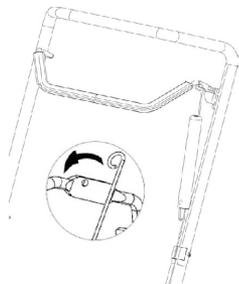

Рис. 1
- Установите рычаг включения шнека на рабочую рукоятку и натяните трос привода шнека, как показано на Рис.1.